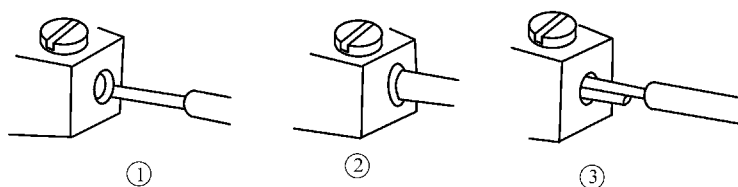

图 4-48 针孔式接线柱连接的错误接法
(2) 常见的错误接法如图 4-48 所示。单股线端直接插入孔内,线芯会被挤在一边。绝缘层剥去太少,部分绝缘层被插入孔内,接触面积被占据。绝缘层剥去太多,孔外线芯裸露太长,影响用电安全。